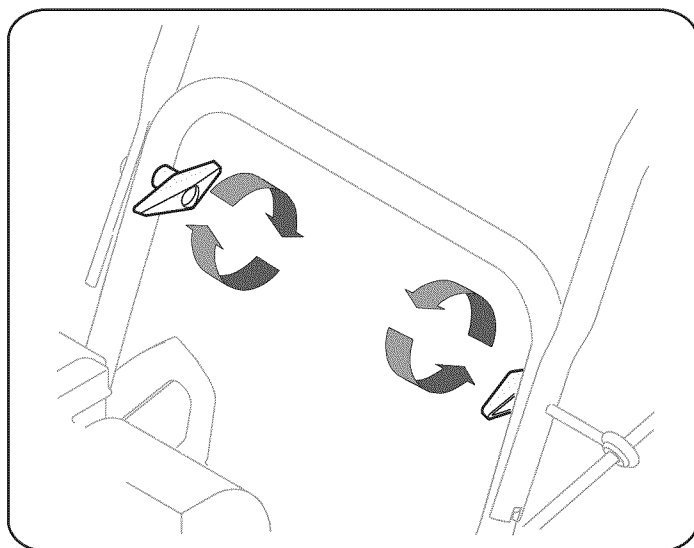

Figura 2
2. Asegure la manija ajustando la perilla a mariposa de plástico situada en los lados izquierdo y derecho de dicha manija. Vea la figura 2. Retire y descarte todas las bandas de plástico, si las hubiera. Únicamente se utilizan para el empaque.